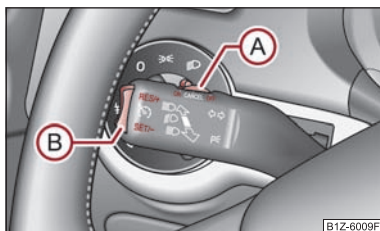

Fig. 88 Maneta: tasta basculantă și comutatorul sistemului de viteză de croazieră
- Apăsați comutatorul (A) ⇒ fig. 88 în poziția **ON**.
- După atingerea vitezei dorite apăsați tasta (B) în poziția **SET**.
- Viteza memorată poate fi **mărită** fără acționarea pedalei de accelerație, prin apăsarea tastei (B) ⇒ fig. 88 în poziția **RES**.
Viteza memorată poate fi **reluată** prin eliberarea pedalei de frână sau de ambreiaj și prin apăsarea tastei (B) ⇒ fig. 88 în poziția **RES**.
- Apăsați comutatorul (A) ⇒ fig. 88 spre dreapta în poziția **OFF**. ■